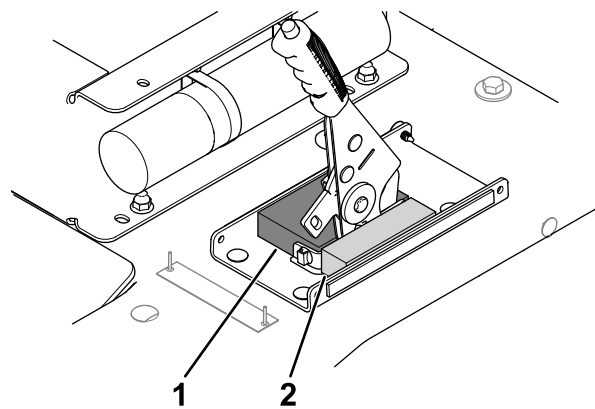

Рисунок 14
4. Снимите защитную пленку и установите заглушки тормоза (Рисунок 14).